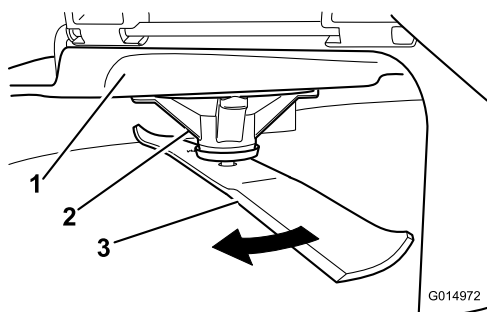

Figura 101
2. Indossando guanti dalla spessa imbottitura o altre protezioni idonee per le mani, ruotare lentamente la lama in una posizione che consenta di misurare la distanza tra il bordo di taglio e la superficie piana su cui si trova la macchina (Figura 101).